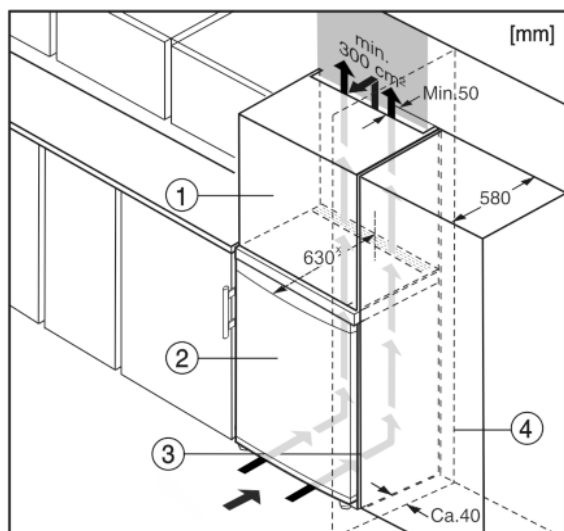

Fig. 5
- (1) Nástavná skříňka
- (2) Přístroj
- (3) Kuchyňská skříň
- (4) Stěna
Spotřebič lze zabudovat do kuchyňských skříní. K vyrovnání spotřebiče Fig. 5 (2) na výšku kuchyňské linky lze na přístroj nasadit nástavec Fig. 5 (1).
Při montáži do kuchyňských skříní (hloubka max. 580 mm) lze přístroj instalovat hned vedle kuchyňské skříně Fig. 5 (3). Přístroj přesahuje přední stěnu kuchyňské skříně na stranách o 34 mm x a uprostřed o 50 mm x.
Když se přístroj instaluje závěsy vedle stěny Fig. 5 (4), musí být vzdálenost přístroje od stěny alespoň 40 mm. To odpovídá přesahu madla při otevřených dveřích.